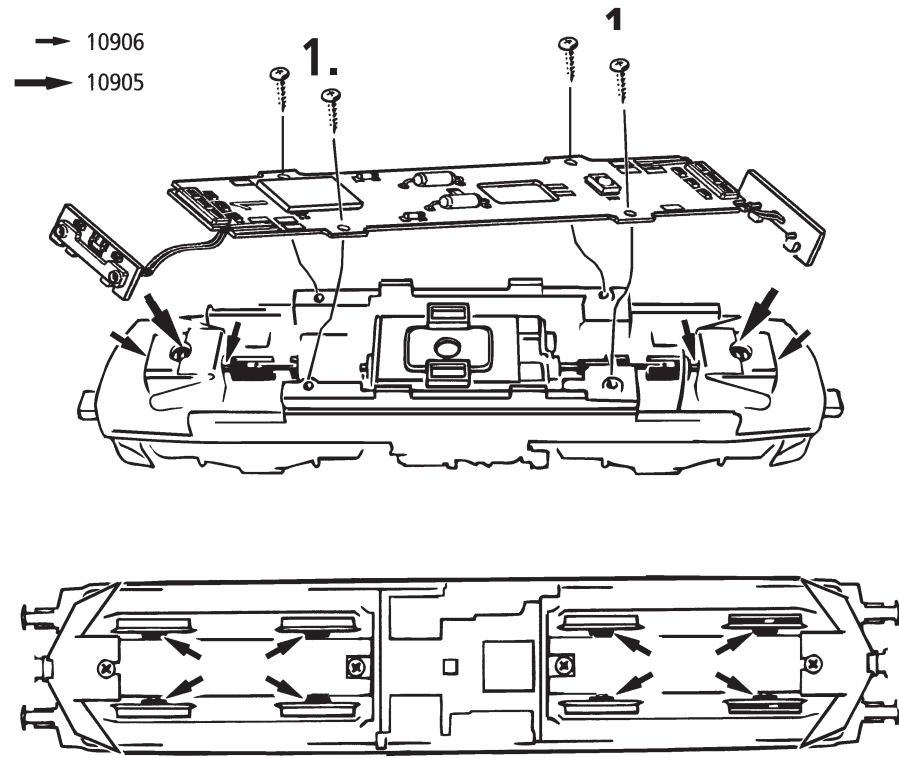
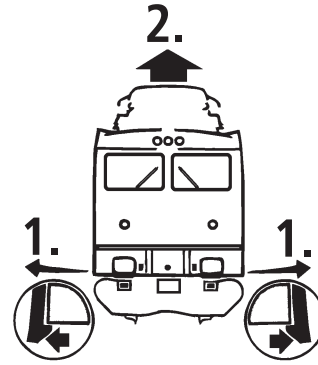

Fig. 7
Fig. 4
3. Haftreifenwechsel: Zuerst den Getriebedeckel abnehmen (Fig. 4). Danach den **Radsatz** herausnehmen und die **Haftreifen** mit einer Nadel od. mit einem feinen Schraubendreher abziehen (Fig. 7). Beim Aufziehen der neuen Haftreifen darauf achten, dass diese sich nicht verdrehen.
3. Change of traction tyre: Remove the gear cover (fig. 4). Take out **wheel set** and remove **traction tyre** using a pin or a fine screwdriver (fig. 7). When pressing on the new traction tyre please **avoid twisting it**.
3. Byte av slirskydd: Väkel lådskåpa (fig. 4). Tag sedan ur hjulaxlarna och dra av slirskydden med hjälp av en liten skruvmejsel. Vid påsättning av nya slirskydd - kontrollera att dessa sitter slät på hjulen fig. 7.